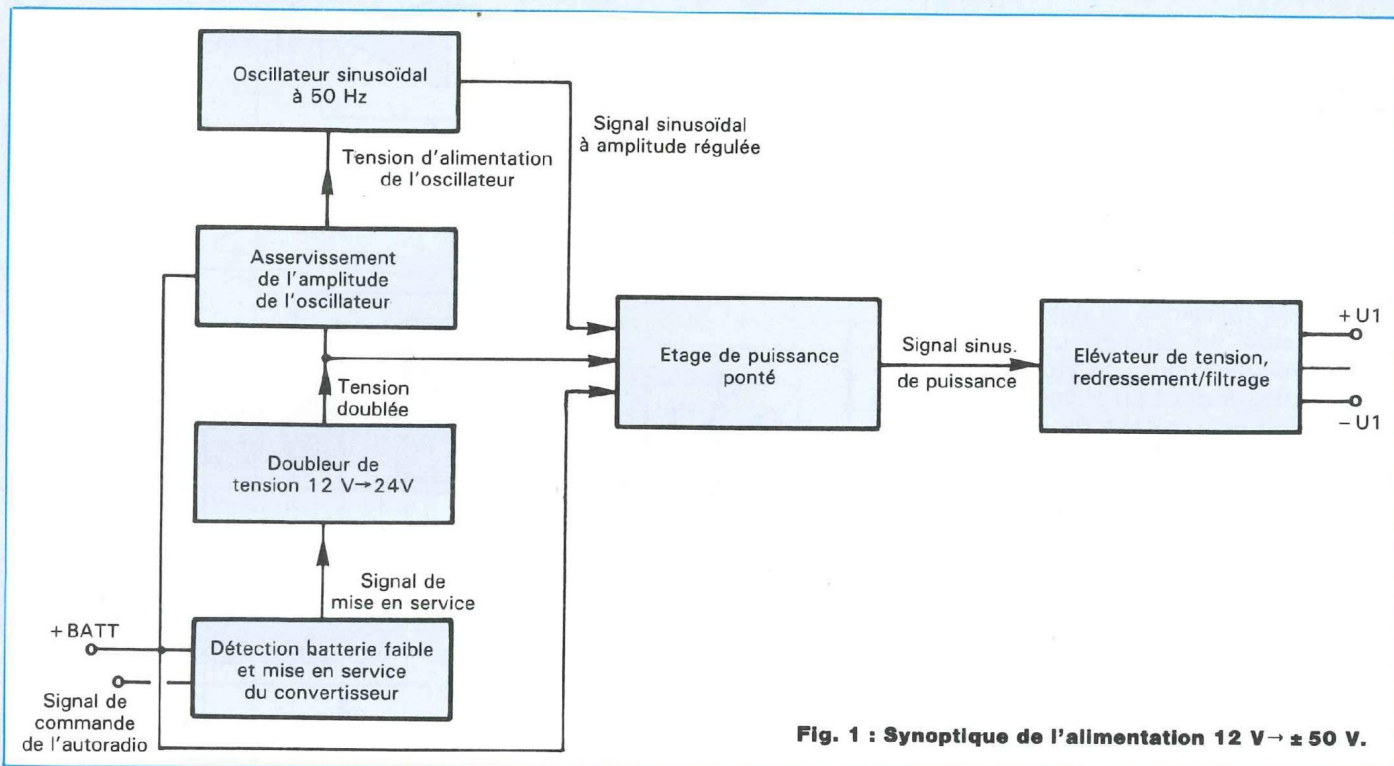
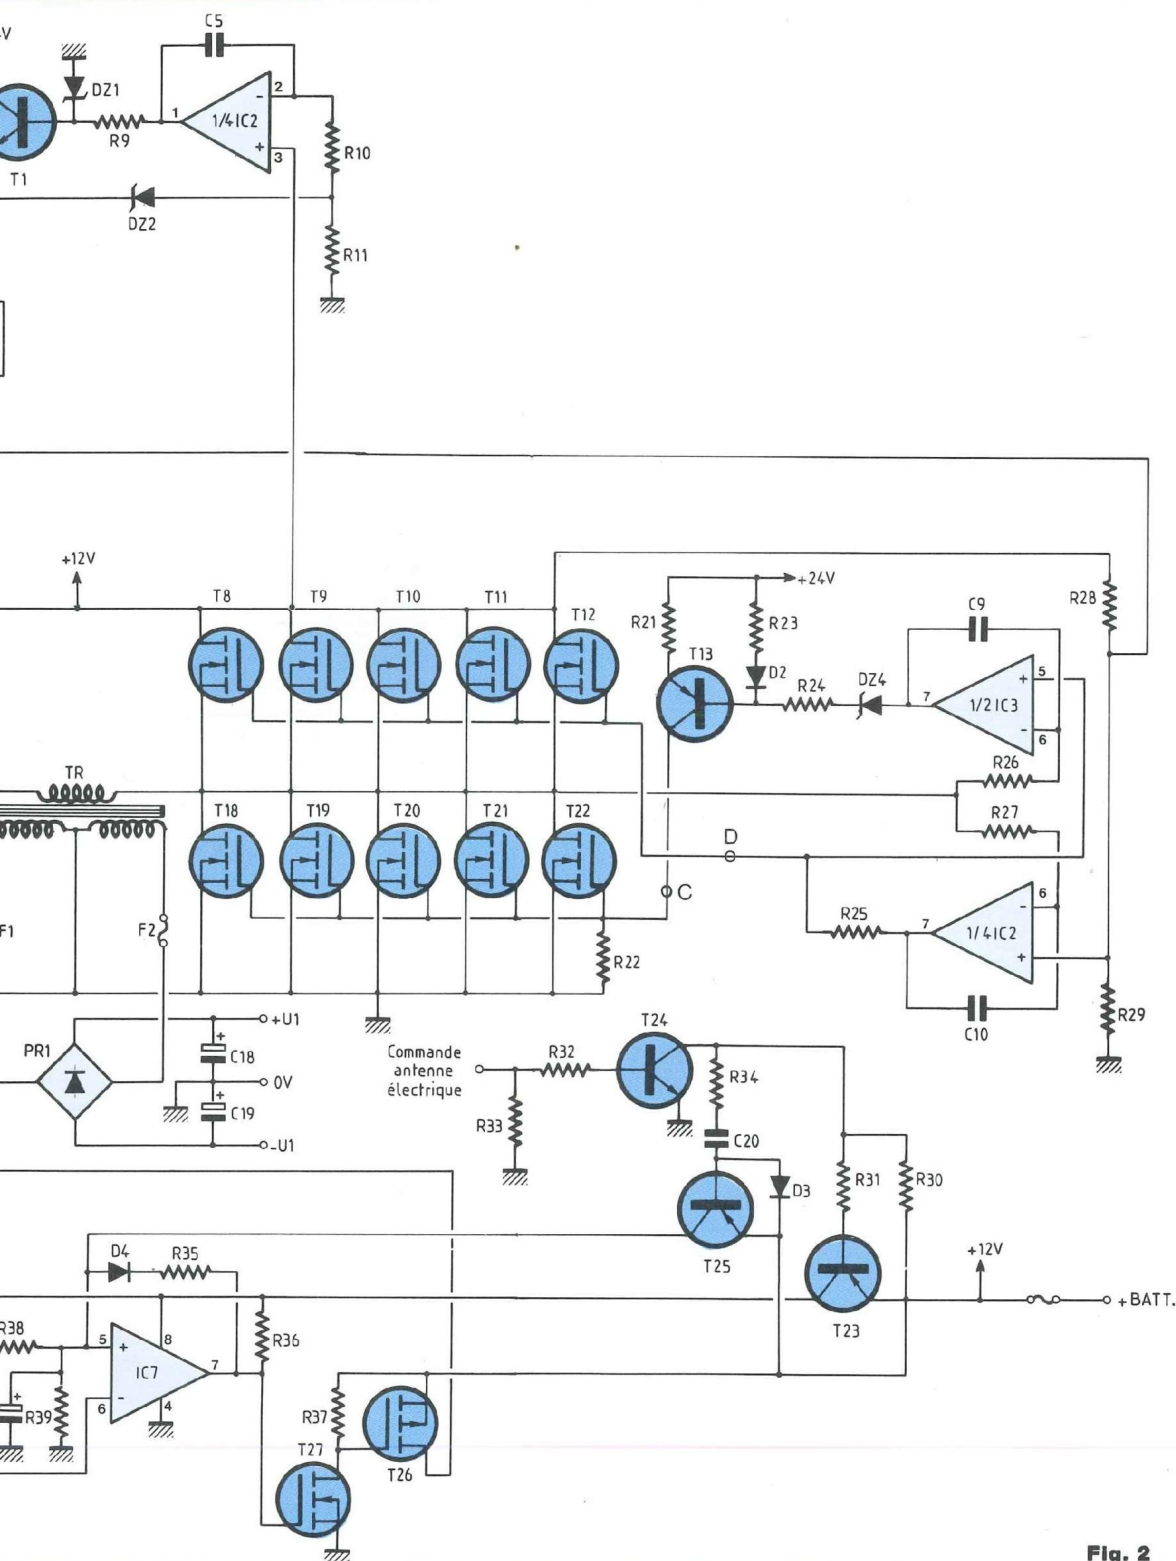

Fig. 1 : Synoptique de l'alimentation 12 V $\rightarrow$ ± 50 V.
Fig. 2
source symétrique de ± 50 V sous ± 5 A continu. Le schéma synoptique de la figure 1 permet de voir les différents étages utilisés pour cette alimentation. Comme on peut le constater, le point fort de ce système réside dans le fait qu'il fonctionne en basse fréquence (50 Hz, comme le secteur) et en sinusoïdal, éliminant ainsi tout problème parasite. Toutefois, ce n'est pas suffisant et nous allons maintenant mener une étude plus approfondie en ayant recours, pour cela, au schéma structural de la figure 2.
Maintenant que nous avons vu de quelle façon les transistors de puissance pilotaient le primaire du transfo, nous allons nous pencher sur la structure qui les commande, eux. Pour cela, nous nous intéressons à la partie formée par R12, R15, C6, C7, 1/2 IC3, DZ3, R16, R18, D1, R19, R20, T2, R13, R14, R17, C8 et 1/4 IC3. Si l'on considère à la base que l'on injecte un signal sinusoïdal d'amplitude 6 V sur la patte gauche de C6 (voir fig. 2), on se retrouve alors avec la même chose sur la borne 10 (V⁺) de IC2 mais centré autour de UBATT/2, soit 6 V, R12 étant égale à R15 et C6 servant de capacité de liaison. Avant toute chose, on peut constater que l'association de 1/4 IC2, R17, R14, C8 et T3 à T7 constitue un suiveur de tension. En effet, on entre sur l'entrée (+) (10) de 1/4 IC2 et le retour sur v⁻ se fait par l'intermédiaire de T3 à T7, montés en drain commun. Bien entendu, l'ampli opérationnel compense à sa sortie les 4 V des VGS des transistors afin qu'ils puissent conduire. Certains l'auront maintenant peut-être compris, c'est là qu'intervient le doubleur de tension. Son fonctionnement, basé sur l'utilisation du monostable NE555 (IC4) se fait sur les charges successives des deux condensateurs C13 et C14. En effet, la sortie 3 de IC4 étant à l'état bas, C13 se charge sous UA via D5 et T29 (T29 servant, tout comme T28, d'amplificateur en courant afin de ne pas surcharger la sortie de IC4) moins, bien entendu, la tension de seuil de D5 (0,6 V) et le VEB de T29 (0,6 V aussi).